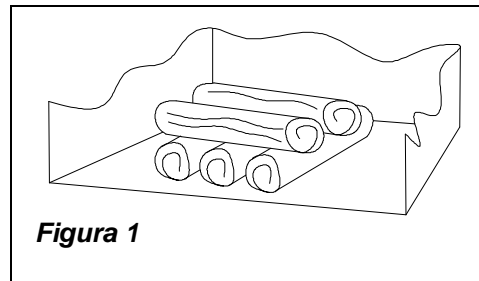

Figura 1
**IMPORTANTE:** per ottenere il migliore rendimento, bisogna predisporre all'interno del focolare i ceppi di legna da ardere, di lunghezza massima pari a 30 cm, come indicato in Figura 1.